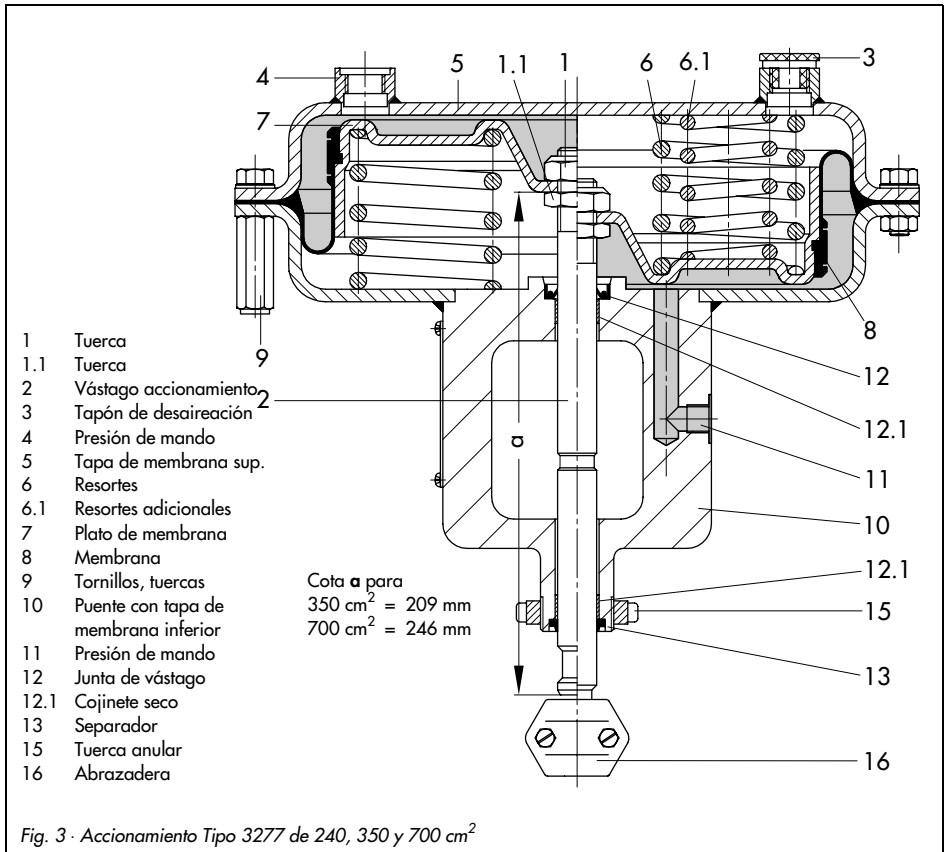

Fig. 3 - Accionamiento Tipo 3277 de 240, 350 y 700 cm²
Accionamiento Tipo 3277 (fig. 3)
*Si a pesar de ello se suelta, deberá mantenerse necesariamente la cota **a** (figs. 3 y 4), desde el canto superior de la tuerca hasta el extremo inferior del vástago del accionamiento.*
5. Untar el vástago del accionamiento en el lugar de cierre con producto de sellado y lubricante (núm. de ref. 8152-0043).
6. Girar la tapa superior de membrana (5) e introducir el vástago con el plato de membrana, la membrana y la chapa de membrana (7.1) si existe.
7. Colocar los resortes (6) y deslizar el puente con la tapa inferior de membrana por el vástago del accionamiento.
8. Volver a atornillar entre sí las tapas de membrana. En el Tipo 3277 eliminar el tapón de desaireación (3).